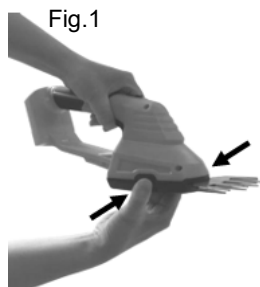
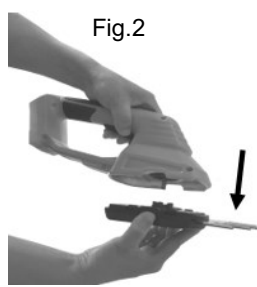

Fig.1
Fig.2
1. Presione los botones de liberación de la cuchilla (Fig.1) en ambos lados y retire la cuchilla al mismo tiempo. (Fig.2).